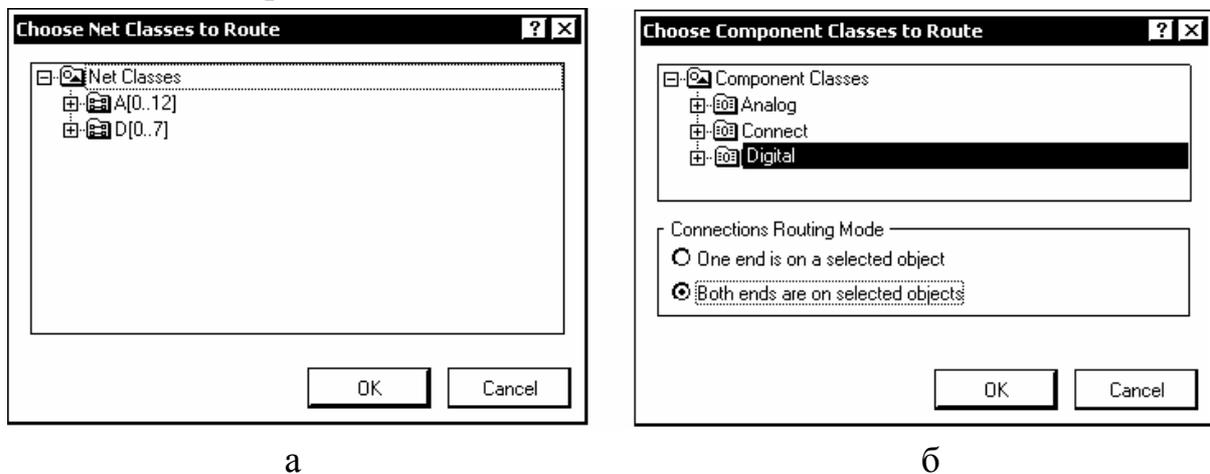

Рис. 7.27
жащие трассировке (рис.7.27, а). Указать курсором один из классов или несколько классов, удерживая клавишу Shift, и кнопкой ОК дать старт трассировки.
- Component Class – трассировка связей компонентов выбранного класса. Выполняется аналогично трассировке класса цепей – при указании курсором на один или несколько классов компонентов в окне, рис.7.27, б.